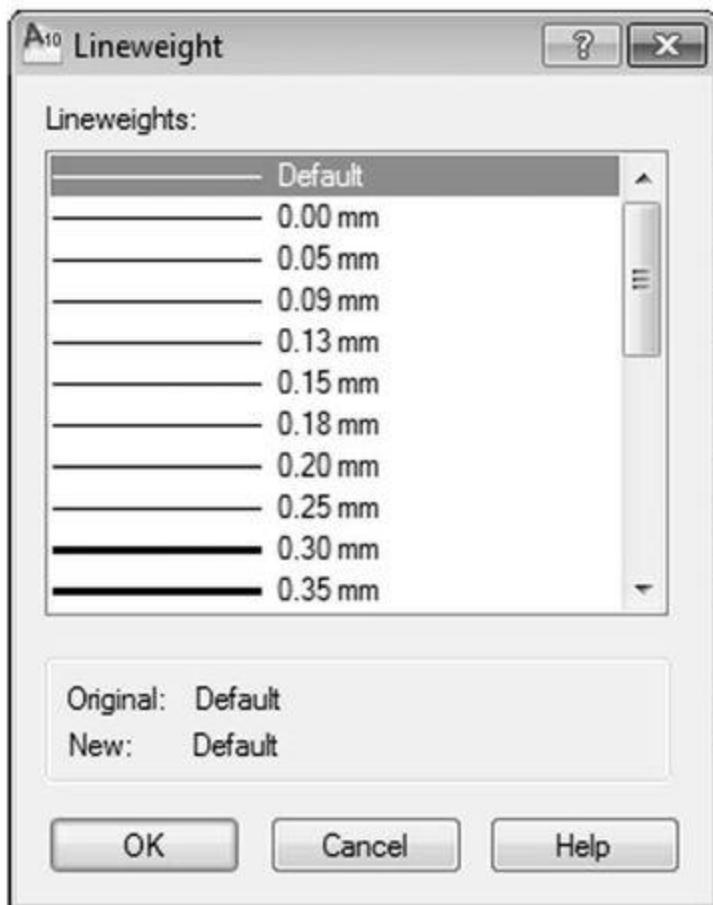

Рис. 7.8. Выбор толщины линии для объектов слоя
5. Задание толщины линий. Значение в столбце Lineweight (Толщина линии) задает ширину линии, которая будет присваиваться объектам, построенным в этом слое и имеющим в качестве толщины значение ByLayer. Если в Менеджере слоев щелкнуть по значку толщины линии (его образцу или значению), то раскроется диалоговое окно Lineweight (Толщина линии), приведенное на рис. 7.8.